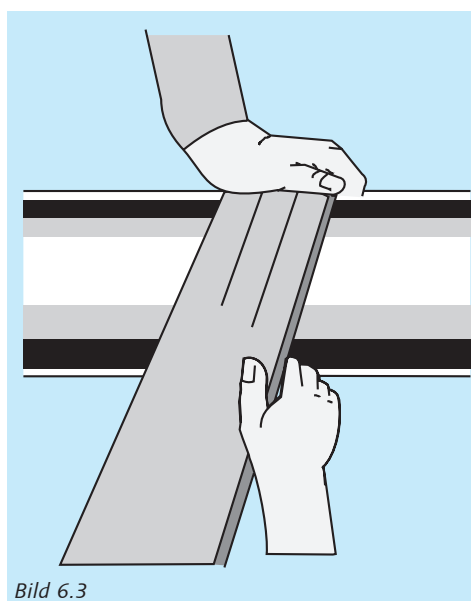

Bild 6.3
- ❹ Das KSB-Kaltschrumpfband unter geringer Dehnung (max. 3%) um die Verbindungsstelle legen und gleichzeitig die Papierschutzschicht entfernen (Bild 6.3).
- ❺ Die Enden des KSB-Kaltschrumpfbandes aufeinanderlegen damit eine Überlappung entsteht.
- ❻ Umlaufend das KSB-Kaltschrumpfband mit der Hand an die Verbindungsstelle andrücken, damit die chemische Reaktion aktiviert wird.